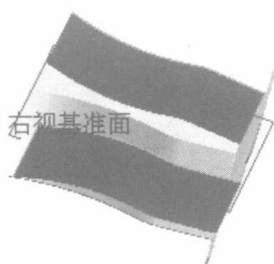

图 1.16 镜像
Step6. 创建图 1.16 所示的镜像。选择下拉菜单 **插入(I)** → **阵列/镜像(M)** → **镜向(O)...** 命令，系统弹出“镜像”对话框；选取右视基准面作为镜像基准面；选择斜接法兰 2 作为镜像的对象；单击 按钮，完成镜像的创建。